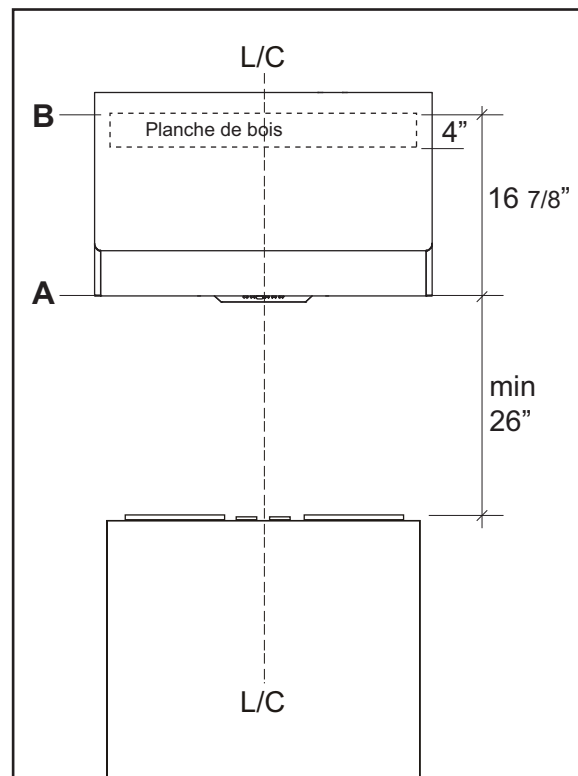

FIG. 1
3. Choisissez la hauteur d'installation désirée au-dessus de la surface de cuisson (26" min.). Mettez la hotte de niveau et tracez une ligne (ligne A) le long de la partie inférieure (FIG. 1).
4. Mettez la planche de bois de niveau et tracez une ligne (ligne B) à 16 7/8" de la ligne A (FIG. 1).
5. tracez une ligne centrale sur la planche de bois. Centrez et alignez le haut de la planche de bois avec la ligne B. Fixez la planche de bois à des montants à l'aide de quatre (4) vis à bois M6.